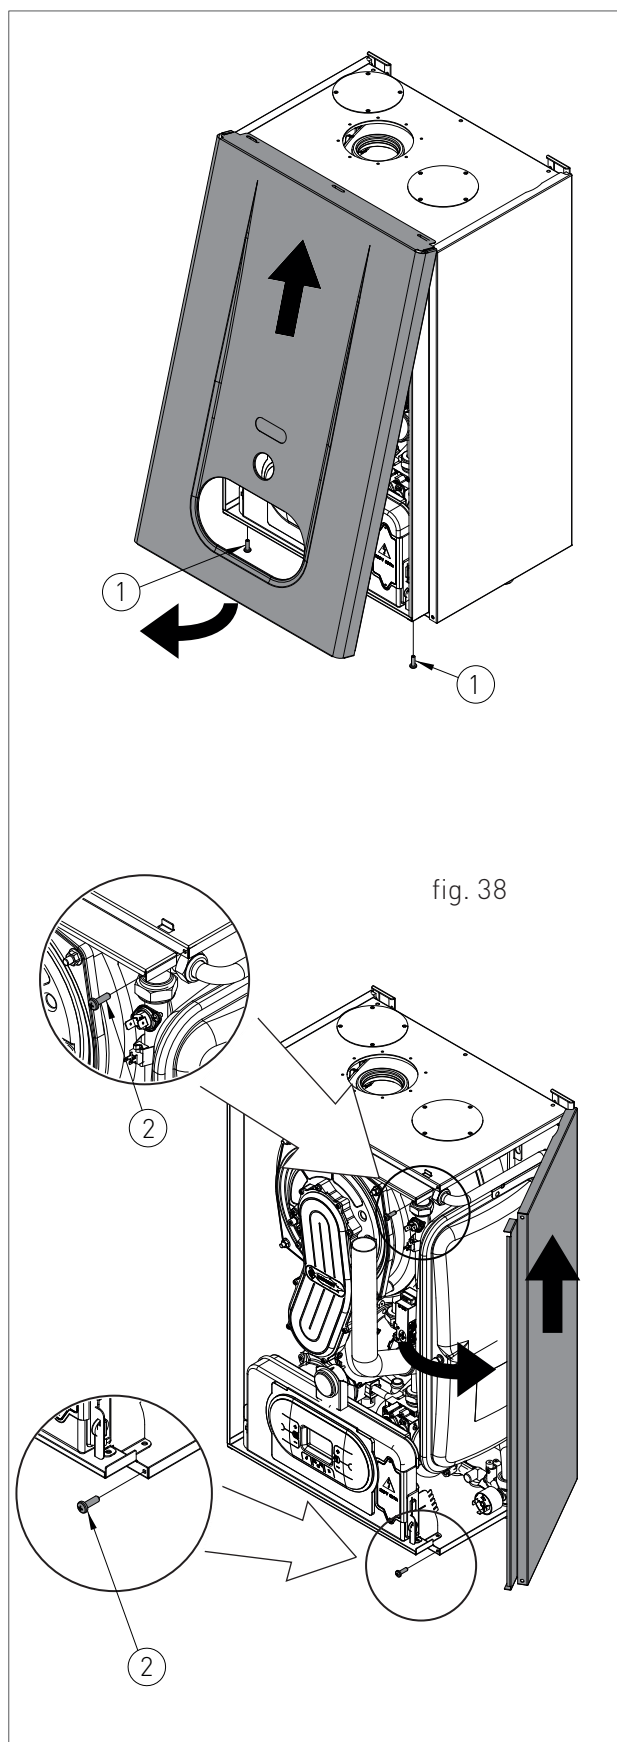

fig. 38
- › Retirer les vis de fixation (1 - fig.38) placées sur l'angle inférieur du panneau avant ;
- › Saisir le panneau avant du fond et l'enlever en le tirant vers soi et puis vers le haut (voir fig. 38).
- › Retirer la vis de fixation (2 - fig.38) placées sur l'angle frontal du panneau latéral;
- › Saisir le fond du panneau et l'enlever en le déplaçant latéralement et puis en le tirant vers le haut (voir fig. 38).